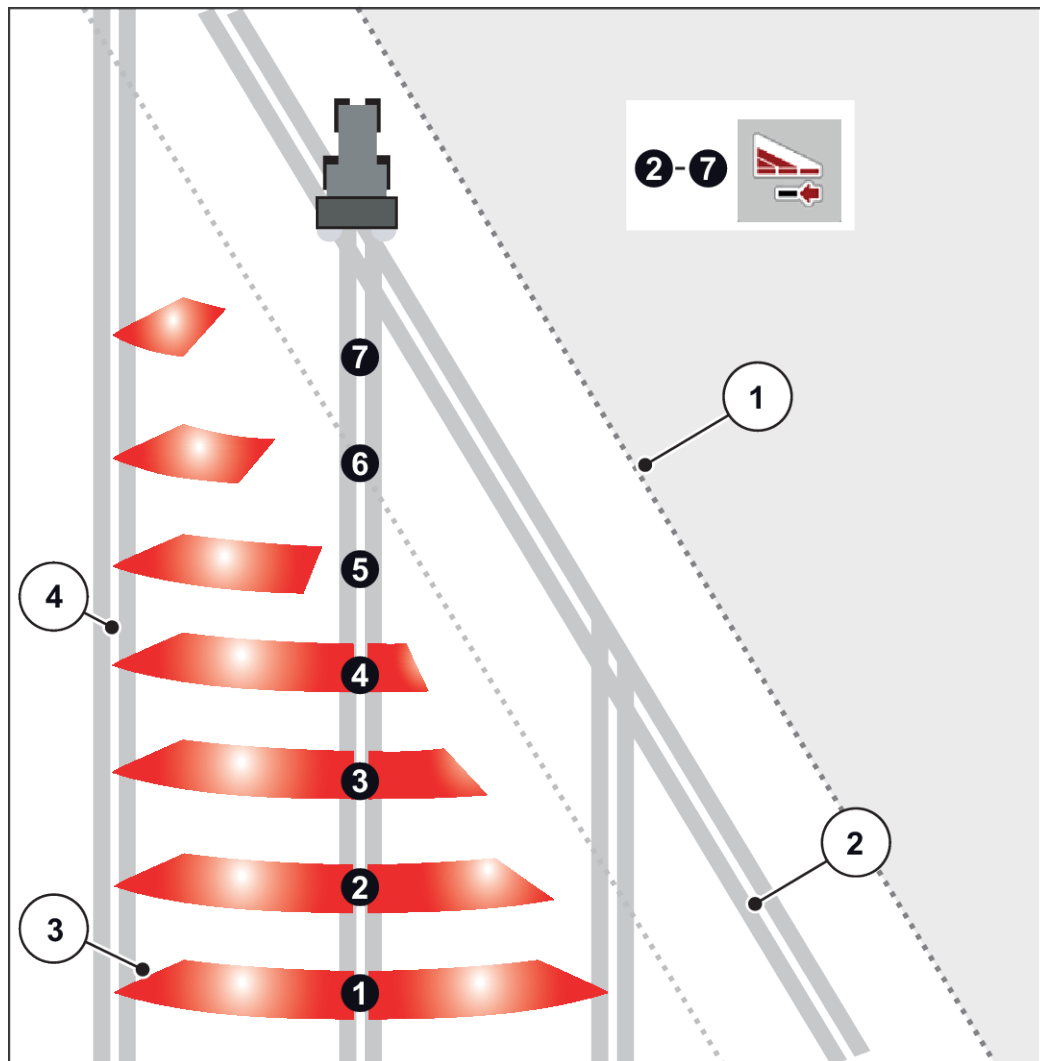

Fig. 38: Automatisk delbredeaktivering
- Delbreddeaktivering er mulig udefra og ind eller indefra og ud. Se *Fig. 38 Automatisk delbreddeaktivering*